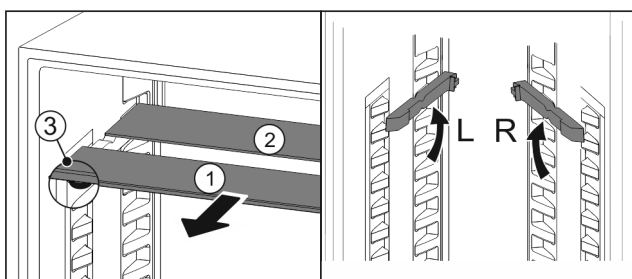

Fig. 100
- ▶ Vytiahnite sklené dosky jednotlivo dopredu Fig. 100 (1).
- ▷ Sklená doska Fig. 100 (1) s ozdobnou lištou leží vpredu.
- ▷ Zarážky Fig. 100 (3) ukazujú nadol.